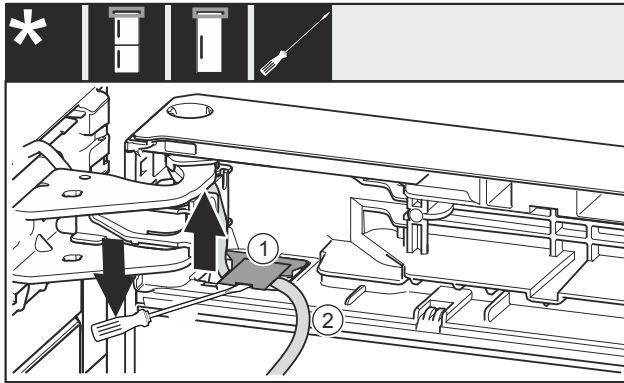

Fig. 12
- ▶ Emelje meg a fedelet lapos csavarhúzóval Fig. 12 (1), és húzza ki.
- ▶ Húzza ki a kábelt Fig. 12 (2).